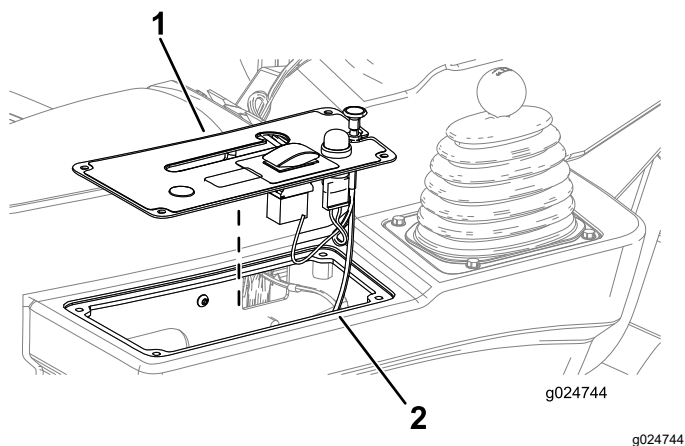

Figura 19
1. Alinhe a cobertura do painel de controlo com a consola lateral (Figura 19).